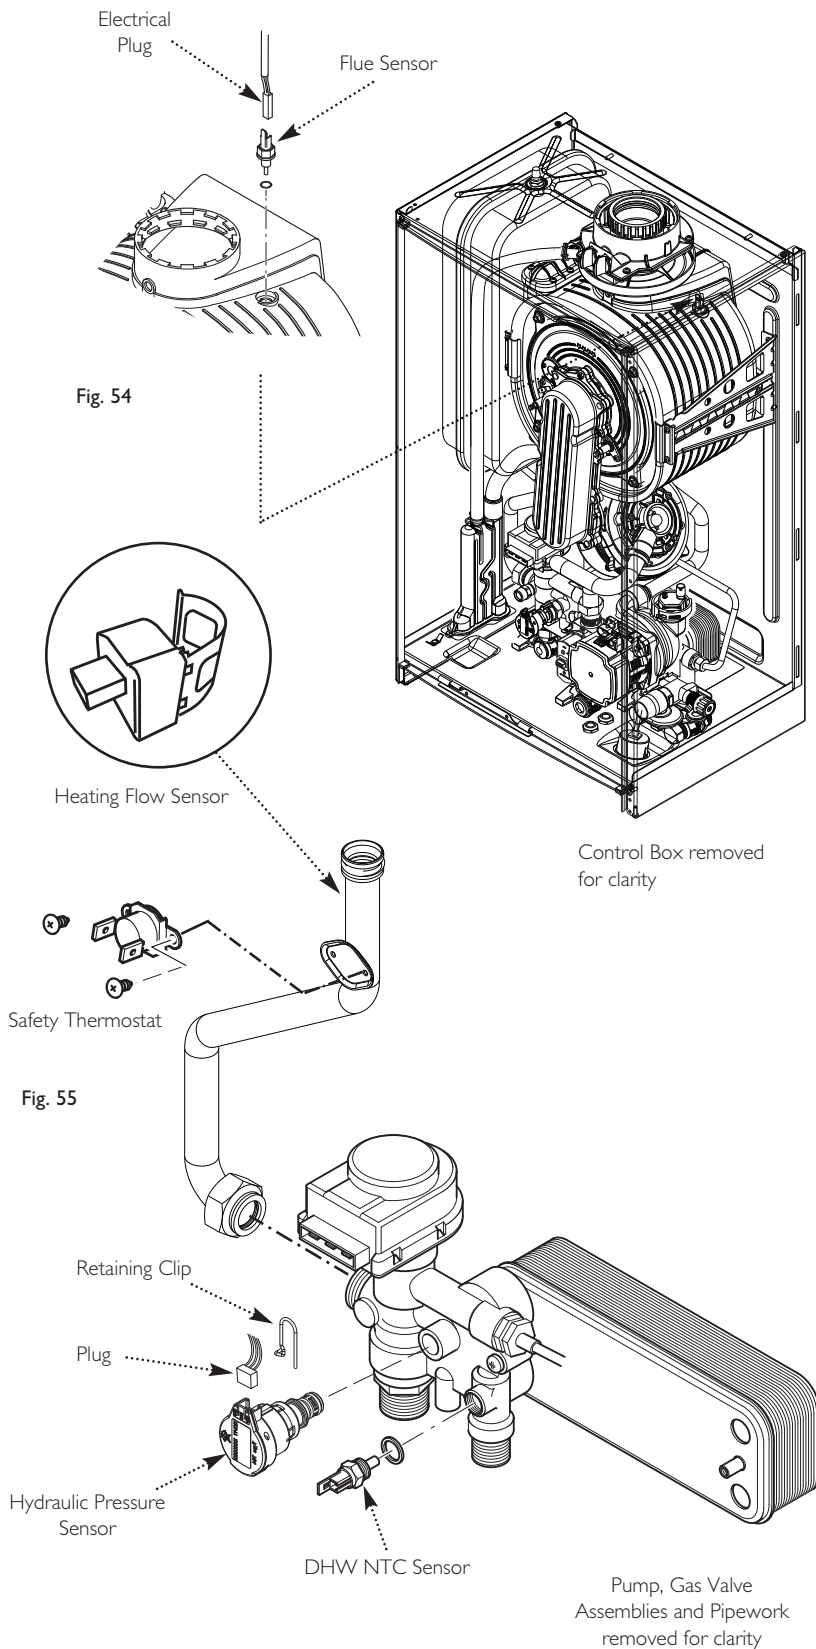

Fig. 56
13.9 DHW NTC Sensor (Fig. 56)
13.10 Hydraulic Pressure Sensor (Fig. 56)